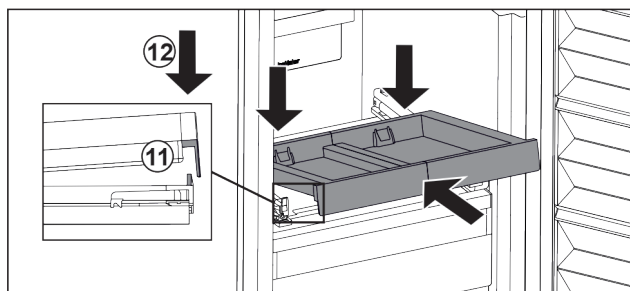

Fig. 104
- Tolja be ferdén. Ügyeljen arra, hogy az ütköző mindkét oldalon a fül mögé kerüljön. Fig. 104 (11)
- Helyezze le a kihúzható rács elejét. Fig. 104 (12)